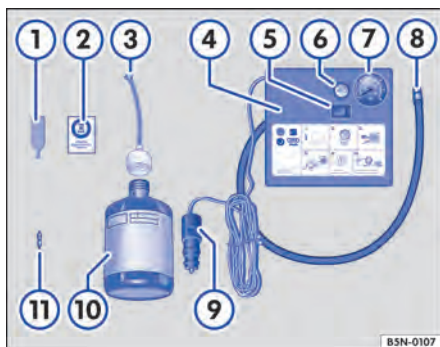

Fig. 279 Representação esquemática: componentes do kit de reparo dos pneus.
O kit de reparo dos pneus encontra-se no compartimento de bagagem sob o revestimento do assoalho. Ele é composto pelos seguintes componentes → **Fig. 279**:
13. Colar a etiqueta adesiva → Fig. 279 ② do kit de reparo dos pneus no campo de visão do condutor no painel de instrumentos.
- Com a chave para remoção do elemento da válvula → Fig. 279 ①, desenroscar o elemento da válvula da válvula do pneu e colocá-lo sobre uma superfície limpa.
- Agitar a garrafa para enchimento dos pneus → Fig. 279 ⑩ algumas vezes com força.
- Rosquear a mangueira de enchimento → Fig. 279 ③ com firmeza no sentido horário sobre a garrafa para enchimento dos pneus. A película na tampa é perfurada automaticamente.
- Remover a vedação da tampa da mangueira de enchimento → Fig. 279 ③ e introduzir a extremidade aberta totalmente na válvula do pneu.
- Rosquear novamente o elemento da válvula com a chave para remoção do elemento da válvula → Fig. 279 ① na válvula do pneu.
- Rosquear a mangueira de enchimento dos pneus → Fig. 279 ⑧ do compressor de ar com firmeza na válvula do pneu.
- Verificar se o parafuso de sangria de ar → Fig. 279 ⑥ está fechado.
- Encaixar o conector do cabo → Fig. 279 ⑨ em uma tomada 12 V do veículo → Página 300.
- Ligar o compressor de ar com o interruptor LIGA-DESLIGA → Fig. 279 ⑤.
- Deixar o compressor de ar funcionar até atingir 2,0 – 2,5 bar (29 – 36 psi / 200 – 250 kPa) → ⚠. **Tempo de funcionamento máximo de 8 minutos** → ①.
Reconectar a mangueira de enchimento dos pneus → Fig. 279 ⑧ e ler a pressão dos pneus no manômetro de pressão dos pneus ⑦.